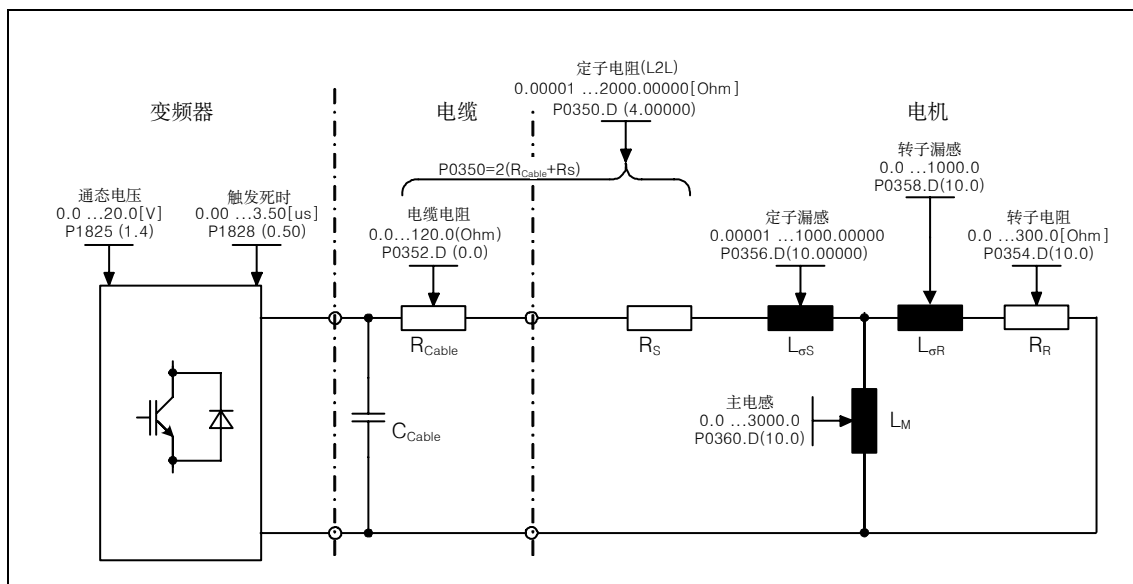

图 3-23 等效电路图(ECD)
内部电机/控制数据可用参数 P0340 或间接用参数 P3900(见 3.5.2 节)或 P1910(见 3.5.4 节)进行计算。如果等效电路图数据(见图 3-23)或转动惯量值为已知，则可使用参数 P0340 功能。对于 P0340 可用下面设定：
- 等效电路图数据(ECD, 见图 3-23) → P1910=1
如果第 1 次启动电机数据辨识程序, 则应从铭牌数据(额定正常数据)和 P1910=1 开始去确定以下数据(见图 3-23):
除等效电路图数据外, 还可用电机数据辨识(P1910=3)来确定电机磁化特性(见图 3-23)。如果电机-传动变频器组合运行在弱磁区, 则该特性应被确定, 特别是当使用矢量控制时。通过该磁化特性, 在弱磁区中, MICROMASTER 能精确地计算磁场电流及取得一个更高的转矩精度。